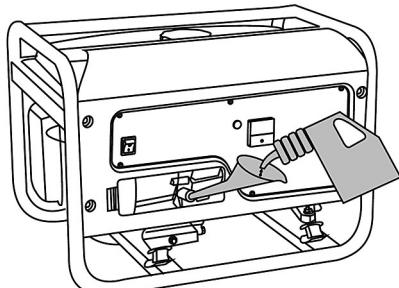

Рис. 8 Заправка двигателя маслом
- Используя воронку из комплекта поставки генератора, залейте необходимый объем масла рекомендованной категории и вязкости, соответствующей температуре окружающего воздуха (Рис. 8).
мый объем масла рекомендованной категории и вязкости, соответствующей температуре окружающего воздуха (Рис. 8).